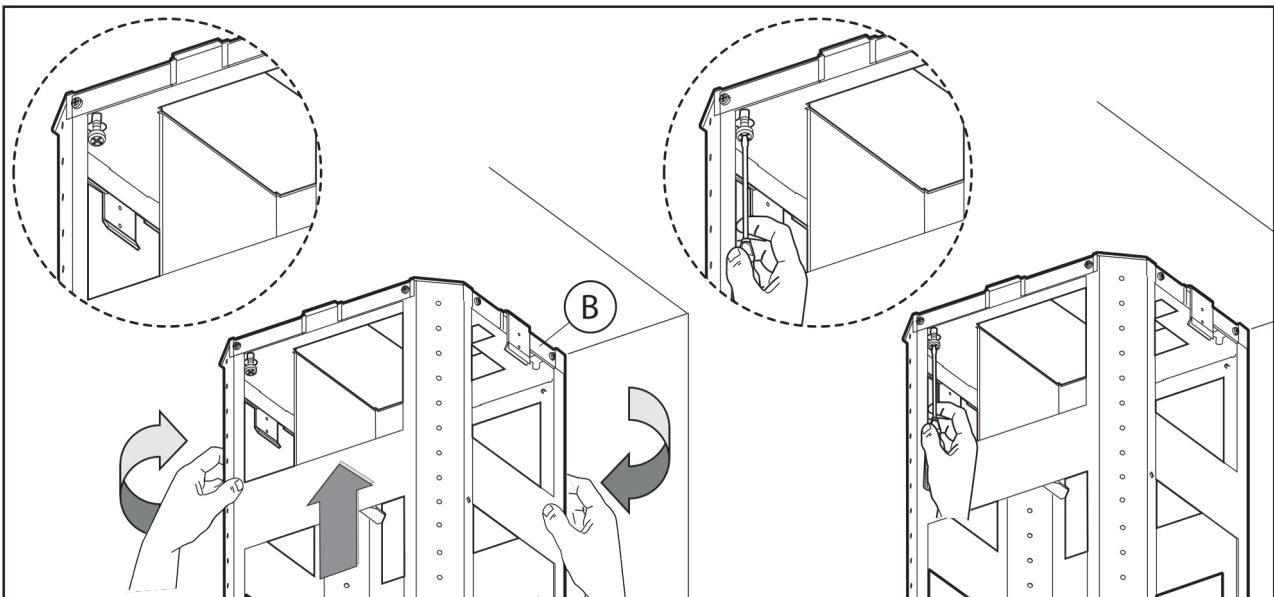

Fig.4
4. Ta den övre delen av apparaten **B** (Fig.4) och sätt i den på de 3 skruvarna som inte är helt åtdragits i nivå med de 3 hålen. Vrid lite för att fästa (Fig.4). Skruva i den fjärde skruven **X** och dra åt de övriga 3 för att låsa fast den övre delen av apparaten **B** fullständigt.